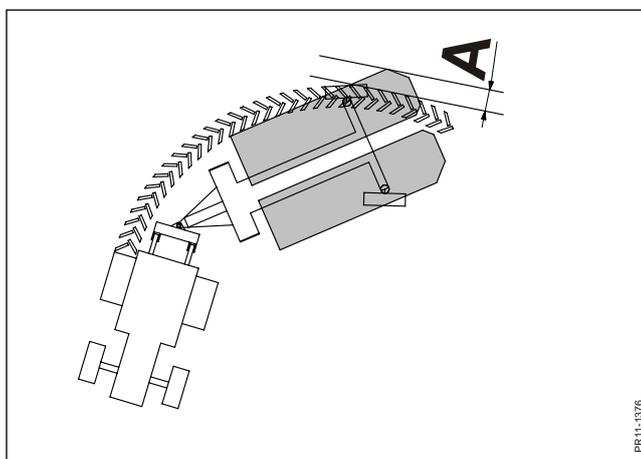

Abb. 3-2
**Abb. 3-2** Beim Lenken wird der hintere Teil der Maschine um den Abstand **A** weiter hinauskommen als der Schlepper. Deshalb immer die Umgebung beachten, wenn Sie lenken.